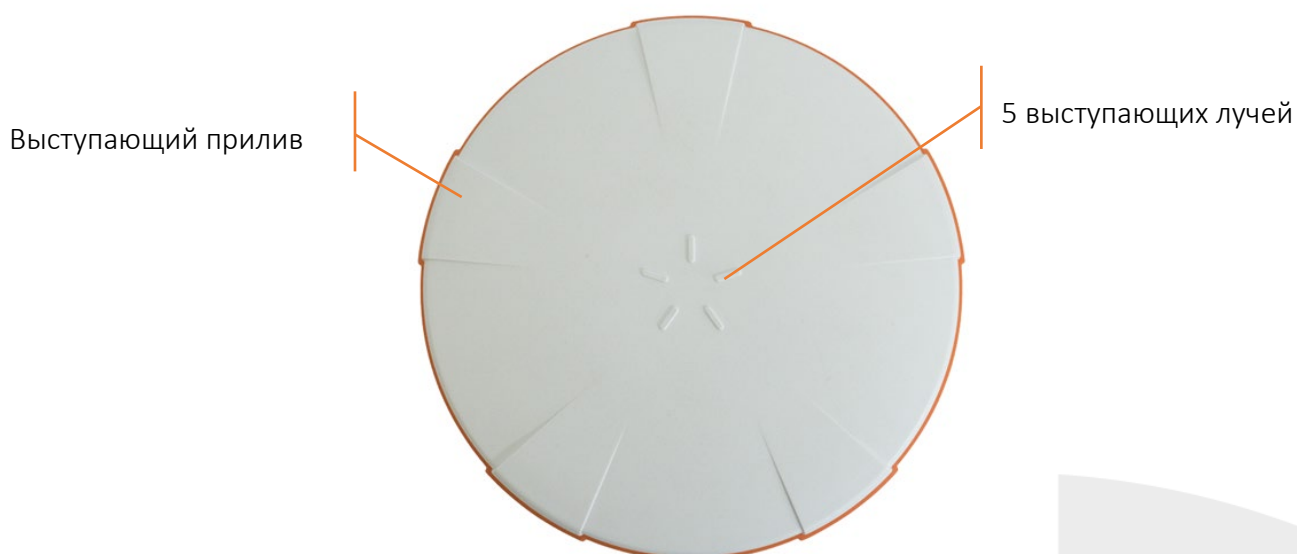

Рис. 2-3
- На рис.2-3 показана верхняя часть приемника EFT M1 Plus. Ее основным назначением является защита от ударов при падении и защита от царапин.